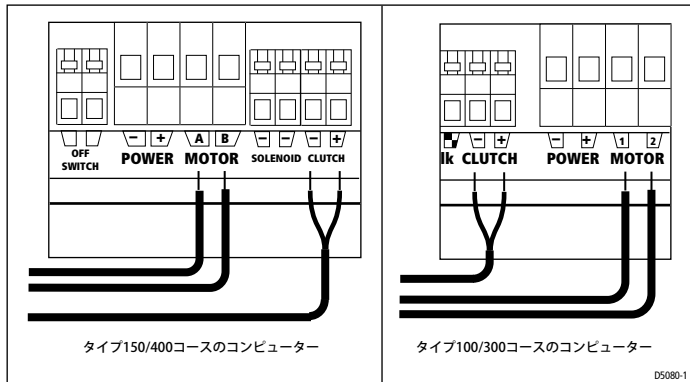

図2：コースコンピューターの接続
4. コースコンピューターにケーブルを接続します (図2を参照)。